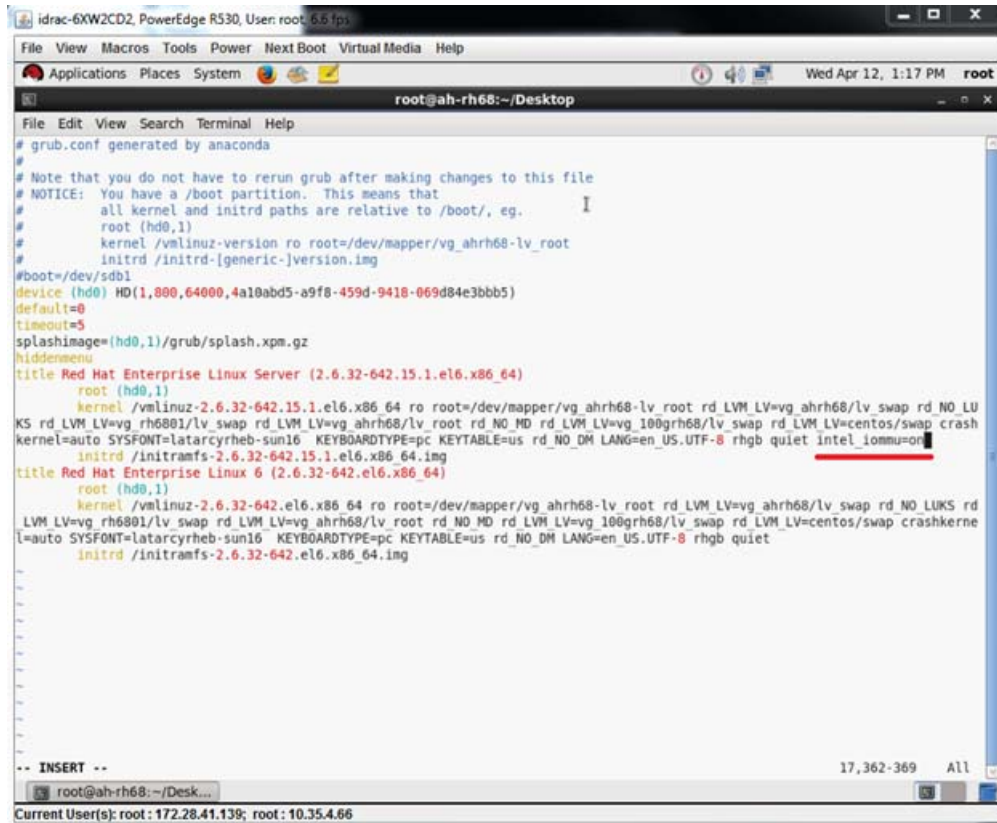

Figura 8-10. Edición del archivo grub.conf para SR-IOV
- a. Abra el archivo `grub.conf` y configure el parámetro `iommu` tal como se muestra en la Figura 8-10.